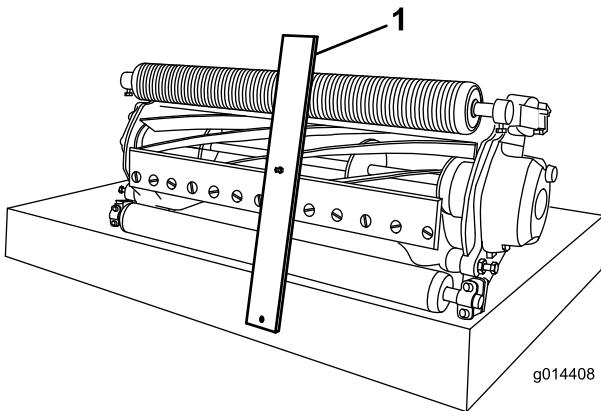

Figura 10
3. Enganche la cabeza del perno sobre el filo de la contracuchilla y apoye el extremo trasero de la barra sobre el rodillo trasero (Figura 10).